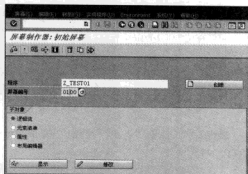

图 12-31 “屏幕制作器：初始屏幕”界面
STEP 4 在命令栏中输入“SE51”命令，进入“屏幕制作者：初始屏幕”界面，在“程序”栏中输入刚建立的程序名“Z_TEST01”，输入“屏幕编号”100后单击“”按钮，如图 12-31 所示。